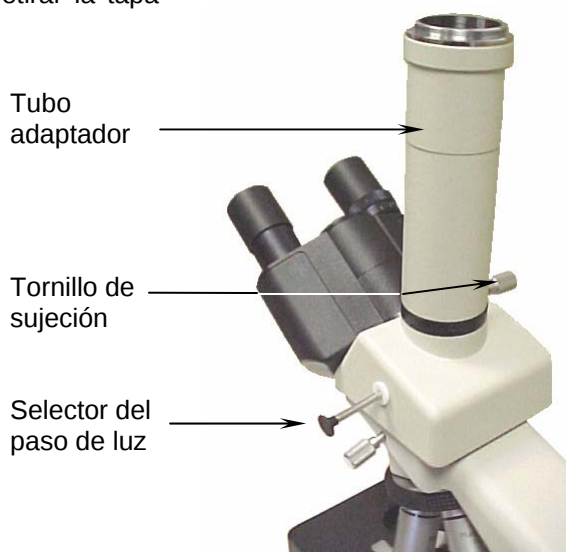

Fig. 6
2. Afloje el tornillo de sujeción (Fig. 6) situado a un lado de la salida vertical del cabezal hasta el punto que pueda retirar la tapa protectora.